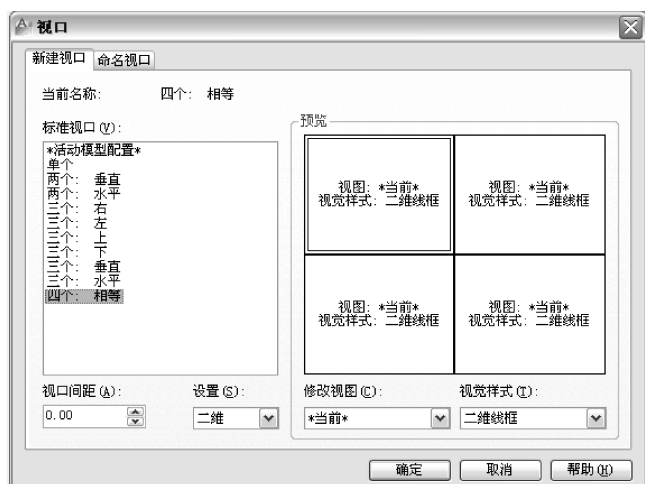
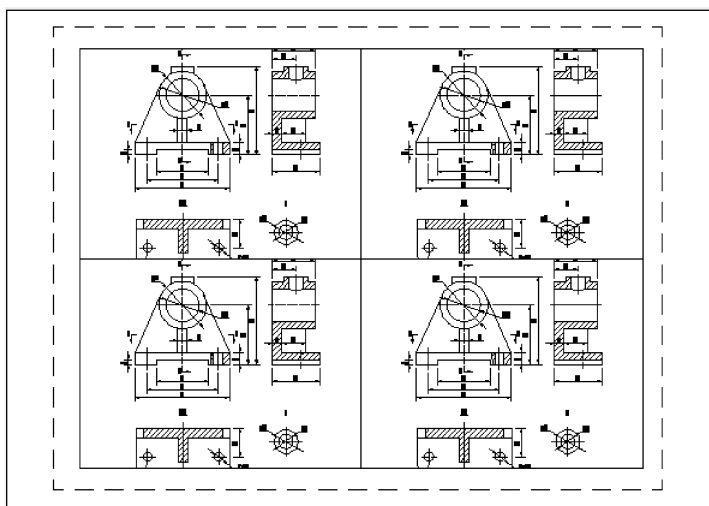
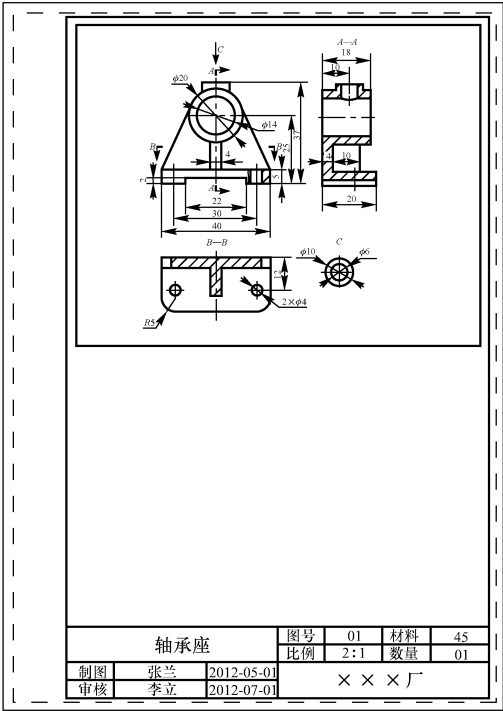

图 9-10 “视口”对话框
图 9-11 创建四视口
图 9-19 轴承座图纸空间单视口
◆ “显示‘视口’对话框”  命令：调用“视口”工具栏的“显示‘视口’对话框”命令，打开图 9-10 所示的“视口”对话框。在“标准视口”列表框中选择视口类型，单击“确定”按钮，在图纸空间创建出不同类型的视口。选择“四个：相等”选项，创建四视口，如图 9-11 所示。
- Step 2** 创建轴承座图纸空间单视口：调用“视口”工具栏的“显示‘视口’对话框”命令，打开图 9-10 所示的“视口”对话框。在“标准视口”列表框中选择“单个”选项，单击“确定”按钮，创建轴承座图纸空间单视口，如图 9-19 所示。